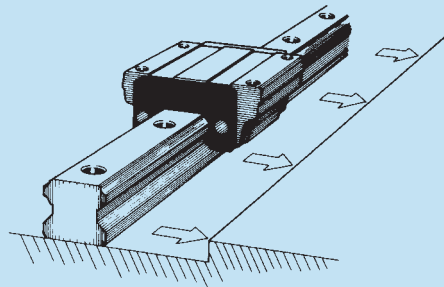

Fig. 29 Ajuste del riel de movimiento lineal contra el plano de referencia
- 2) Ubicar cuidadosamente el riel de movimiento lineal en la superficie de montaje. Ajustar levemente los pernos de montaje hasta que el riel de movimiento lineal apenas toque el hombro de la superficie de montaje. Alinear las marcas de línea del riel de movimiento lineal con el plano de referencia transversal de la base. Ver fig. 29.